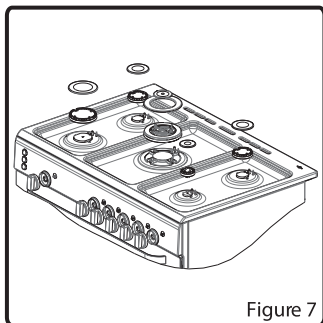

Figure 7
Si vous montez un tuyau butane/propane avec collier, l'embout gaz butane avec le joint sera installé sur la cuisinière, le tuyau sera enfoncé à fond sur cet embout et un collier sera installé en serrant correctement, mais sans couper le tuyau. Faire de même coté détendeur (voir fig. 7). La longueur maximale autorisée est 1,5m. Il est **très important de surveiller la date limite de péremption** indiquée sur le tuyau et le changer avant cette date pour assurer la sécurité.
- Retirez le chapeau de brûleur et le brûleur supérieur (Figure 7).